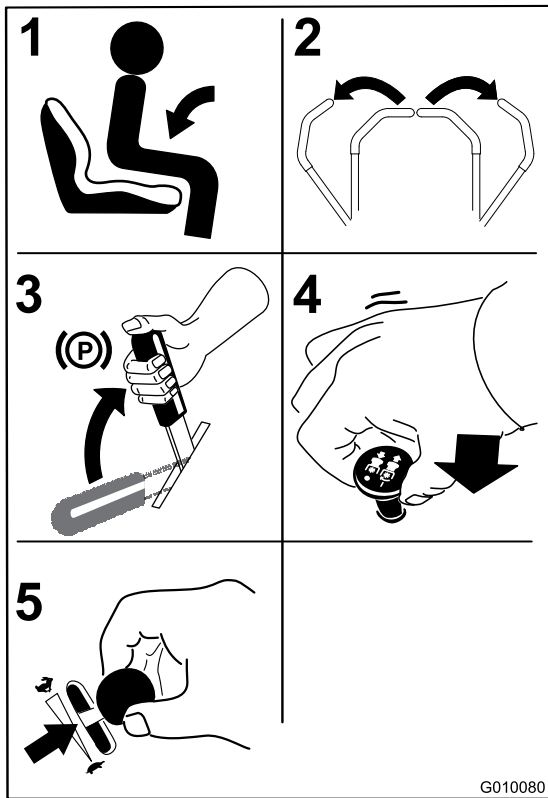

Figura 16
1. Siéntese en el asiento (Figura 16).
2. Mueva los controles de movimiento hacia fuera a la posición de bloqueo/punto muerto (Figura 16).
3. Ponga el freno de estacionamiento (Figura 16); consulte Aplicación del freno de estacionamiento.
4. Mueva el mando de control de las cuchillas a la posición de Desconectado (Figura 16).